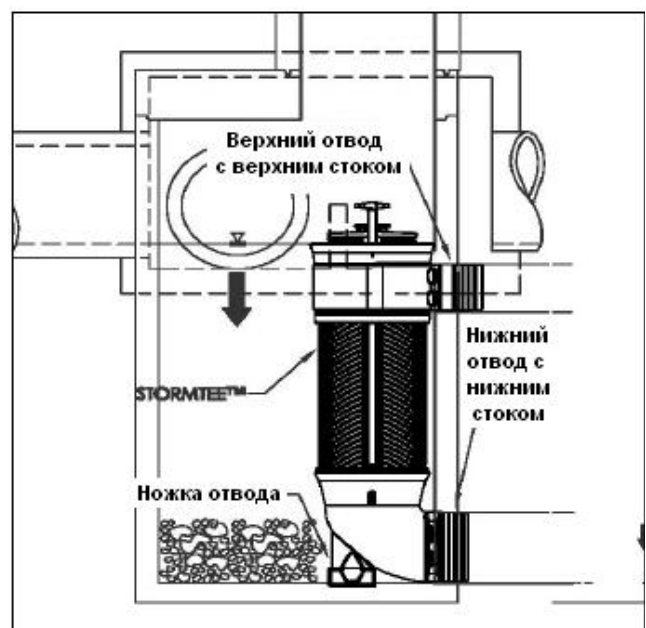

Рис.4.
1. Поместите нижний отводной тройник в нижнее отверстие танка (секции). Основание тройника должно опираться на нижнюю часть танка. (См. Рисунок 4).